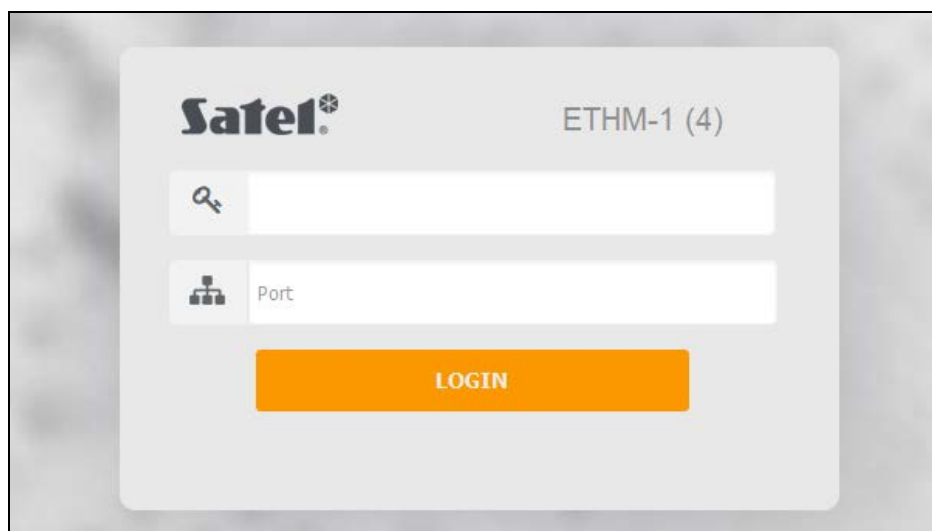

Рис. 18. Интернет-браузер: сайт регистрации.
3. Когда откроется сайт регистрации (рис. 18), в соответствующие поля введите: